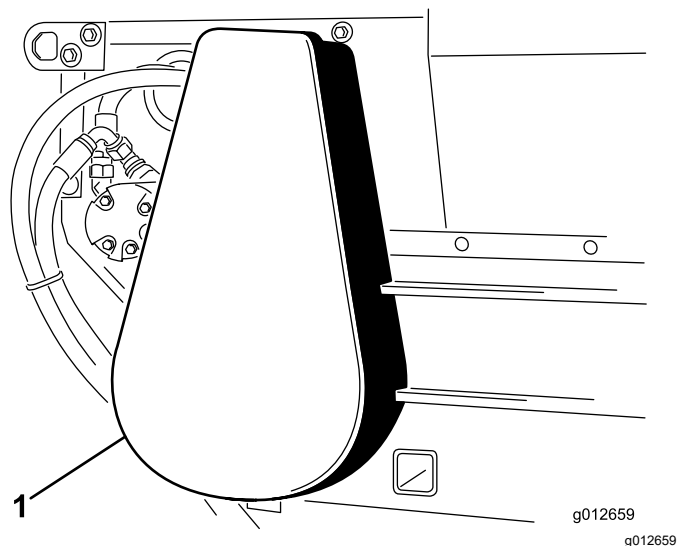

**Рисунок 38**
- Наденьте цепь на малую звездочку и закрепите цепь замыкающим звеном (Рисунок 38).